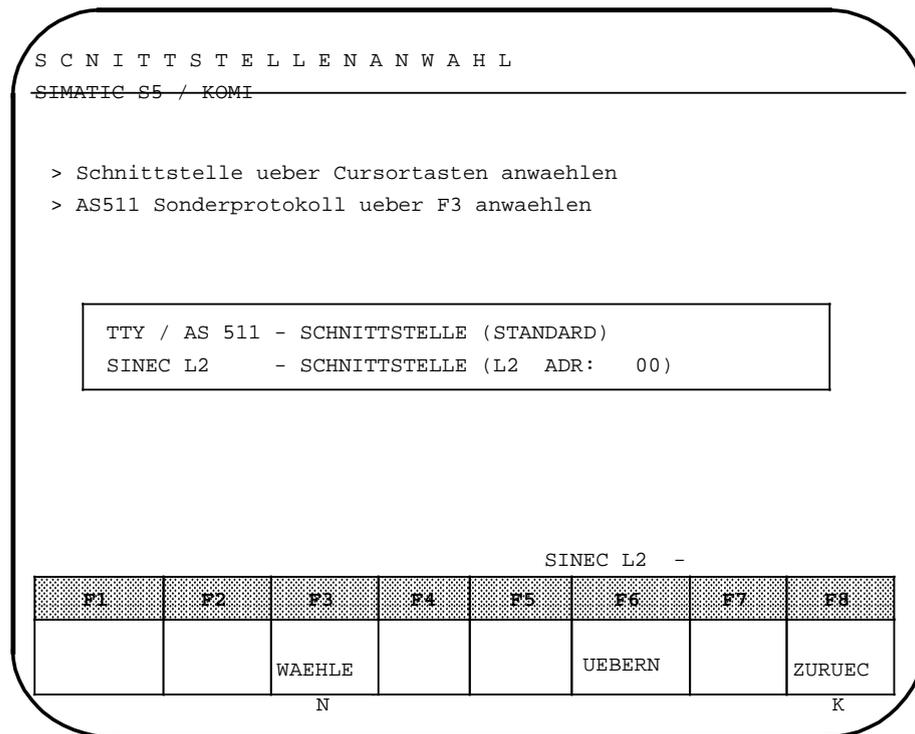

Bild 9.1 Maske "SCHNITTSTELLENANWAHL"
- ▶ Drücken Sie die Cursortasten < > bzw. < > in der Maske "SCHNITTSTELLENANWAHL", bis die Schnittstelle SINEC L2 in der Meldezeile eingeblendet ist (Bild 9.1) und übernehmen Sie mit <F6> (UEBERN).